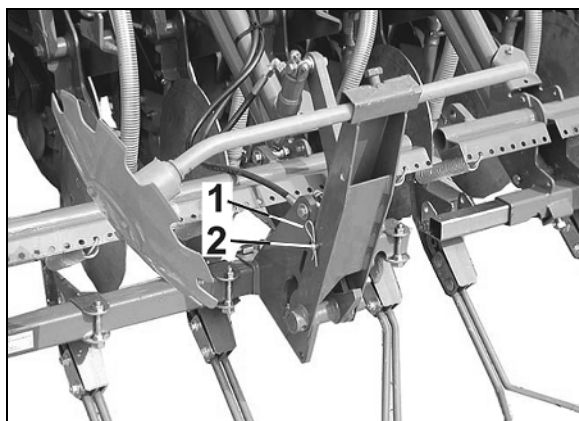

Fig. 49
1. Boltene i kat. III (Fig. 49/1), der sidder på liftarmenes drejeled og er sikret med ringstifter, skal afhængigt af traktortypen (se betjeningsvejledningen for traktoren) udstyres med låsekugler.